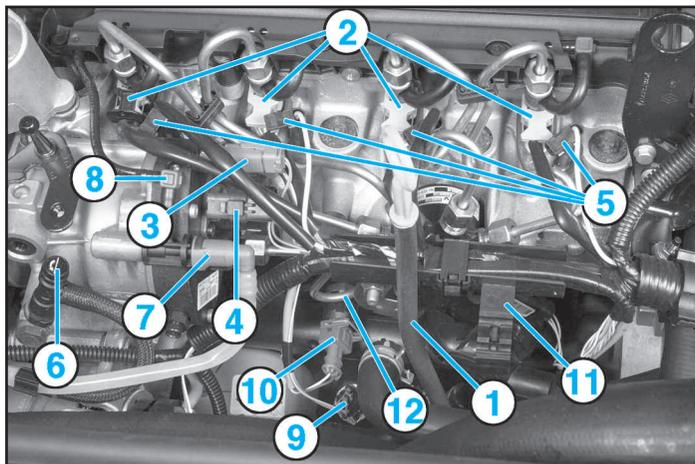

fig.34
- la jauge à huile avec son tube de guidage (1) (fig.34).
- Dégager le faisceau électrique avec son support (11) devant la rampe commune (fig.34).
- Déposer le tuyau haute pression de la pompe (12), en desserrant d'abord l'écrou côté pompe puis celui situé côté rampe.